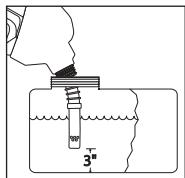

Figure 23
- Immerse nozzle spout tip in the gasoline in the approved test container. The nozzle tip must be at least three (3) inches from the bottom of the container to prevent back-pressure in the spout. (See Figure 23)
- Immergez le bout du bec de lance dans le contenant approuvé rempli d'essence. Le bout du bec doit être à au moins 3 pouces du fond du contenant afin d'éviter la contre-pression dans le bec. (Voir Fig. 23)